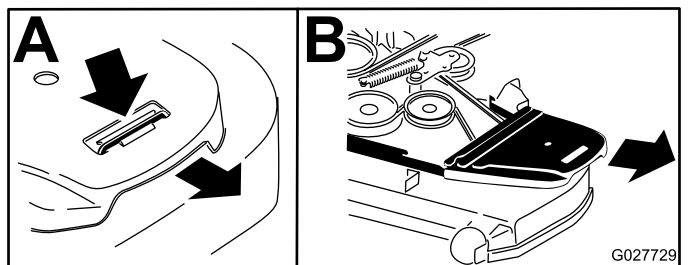

Figura 86
4. Retire las cubiertas de la correa (Figura 86).